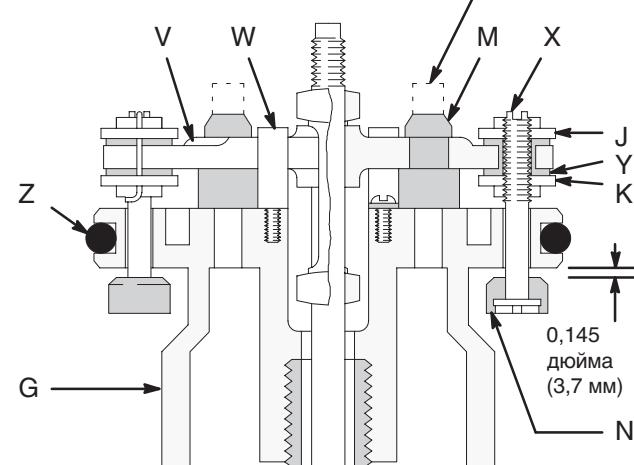

Рис. 3
11. Чтобы установить блокирующий стержень в обойму (O) и зафиксировать коленно-рычажные механизмы, используйте отвёртку. См. Рис. 3.
Во избежание риска защемления или ампутации пальцев, при установке коленно-рычажных зажимов вверх или вниз не прикасайтесь к ним руками (U на Рис. 3).
12. При данном действии, когда вы будете работать одной рукой отверткой, прикройте зажимы другой рукой для того чтобы поймать подпружиненные зажимы, когда они будут высекакивать из бобышек. Установите конец отвертки в поршень между бобышками поршня (P) ниже поворотных штифтов (Q) на зажимах, приподнимите вверх при помощи ручки отвертки для сжатия пружин зажимов (U) вверх и их отвода в сторону от бобышек поршня и снимите детали. См. Рис. 3.
2. Вставьте тарелки выпускного клапана ( $M^*$ ) в привод клапана ( $V$ ) и отстегните верхнюю часть тарелок (показаны пунктирной линией на **Вид в разрезе** на Рис. 3)
6. Установите штифты коленно-рычажного механизма (Z) в обойму (O). Соберите узел блокирующего стержня (U), установив хорошо смазанную пружину на рычаг коленно-рычажного механизма (T), и затем установите коромысло (S). Установите концы рычага узла коленно-рычажного механизма (T) на штифты коленно-рычажного механизма (U) и защелкните концы поворотного штифта (S) коленно-рычажного узла в бобышках (P).
7. Используя калибр (171818), сделайте зазор в 0,145 дюйма (3,7 мм) между тарелками впускного клапана (N\*) и седлом поршня, когда впускной клапан открыт. См. **Вид в разрезе** Рис. 3.